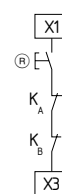

Fig. 7
**Pulsador de rearme externo (sin detección de flancos) (véase fig. 7)**